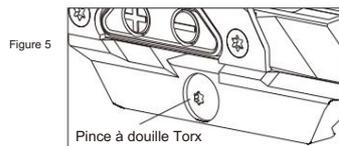

Figure 5
1. Il y a une douille Torx à l'extrémité du boulon de réglage de la pince sur le côté du support. (Voir Fig 5) Avant l'installation, desserrez le boulon pour desserrer la pince à l'aide de la clé Torx incluse.